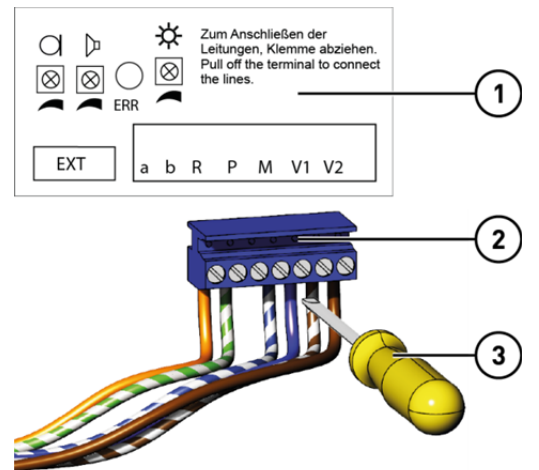

Abb. 7: Leitungen Anschließen
- ▶ Schließen Sie die Leitungen (a, b, P, M, V1 und V2) gemäß Beschriftung **(1)** an (Abb. 7).